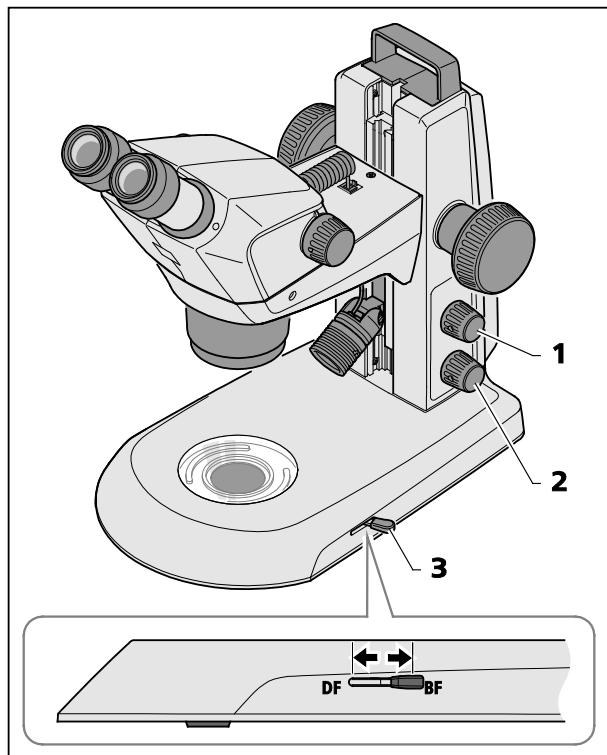

図 25 スタンド K EDU の透過光モジュール
- 下側の回転ボタン（図 25/2）を押して、透過光をオンにします。
- レバー（図 25/3）を動かして、明視野ライトと暗視野ライトを切り替えます。
☞ 上側のつまみ（図 25/1）を押すと、さらに入射光が混入します（28 ページの第 4.2 章を参照）。